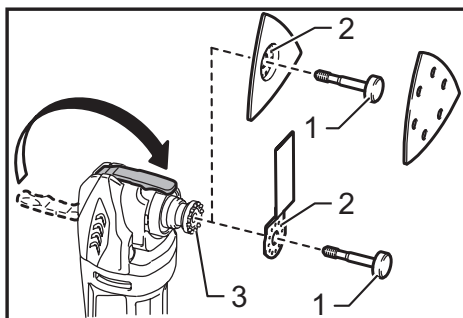

Fig.8
► Рис.8: 1. Муфта 2. Закрыть 3. Открыть